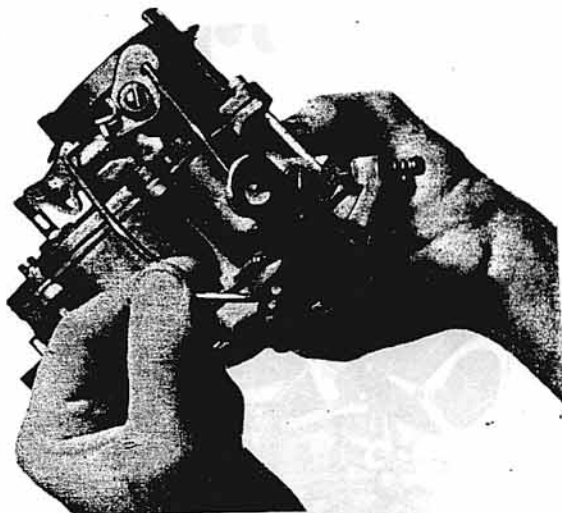

Fig. 13. - Instalación de la varilla de unión en el orificio central del brazo de comando.
3. Coloque la varilla de accionamiento de la bomba de aceleración y asegurela con un clip de fijación. Se obtendrán un funcionamiento normal de la citada bomba, instalando la varilla de unión del sistema en el orificio central del brazo de comando, ubicado en el conjunto de la mariposa de aceleración. (Ver Fig. 13).